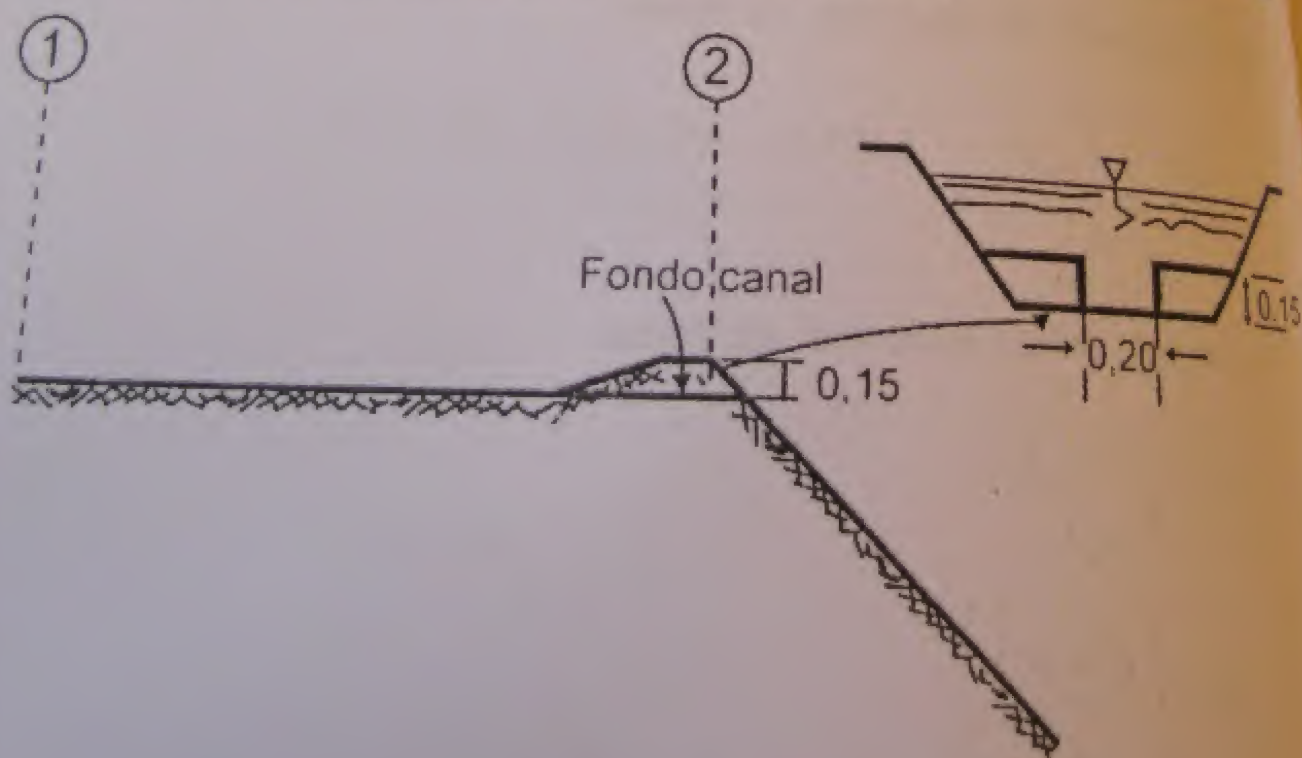

Figura 33. Perfil longitudinal del canal
72. El perfil longitudinal de un canal es como se muestra en la figura 33 y conduce un caudal de $1,5 \text{ m}^3/\text{s}$